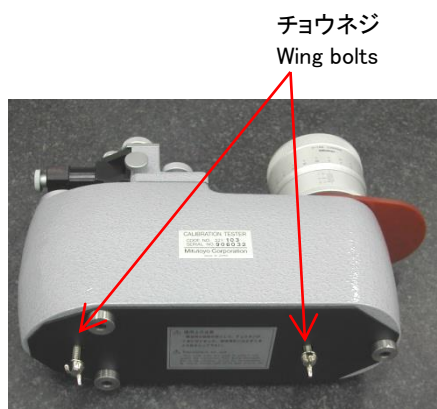

Fig.2
- (2) Fig.2 のように本体を安定した常盤の上に横にねかせて置きます。縦姿勢で置くと底部にあるネジの頭部が定盤にあたり、安定しません。
- (2) Lay down the calibration Tester on a stable table such as a surface plate. (Wing bolts located on the bottom surface will make an obstacle for placing the instrument in operating position.) (Fig.2)